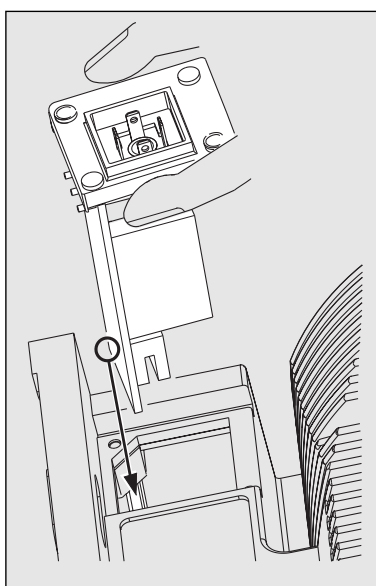

Fig. 17
- Saisissez la carte relais avec la main droite aux bords gauche et droit du kit relais et basculez légèrement le bord avant vers la gauche (voir fig. 17).